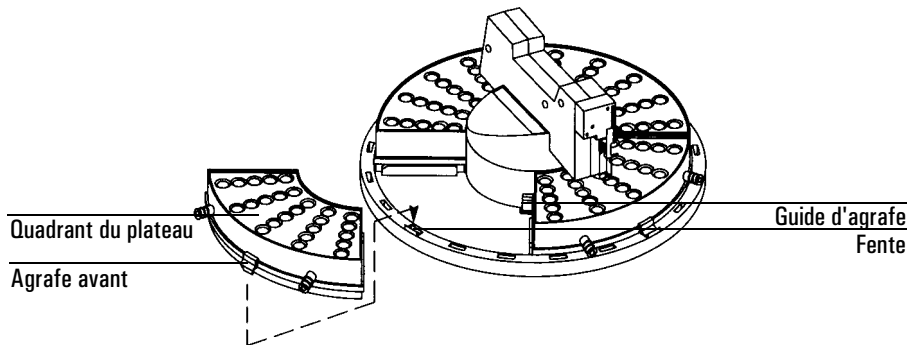

Figure 2 Installation des quadrants du plateau
4. Installez les quadrants du plateau. Glissez chaque quadrant dans les guides du plateau, puis emboîtez l'agrafe avant dans l'encoche sur le plateau. Voir la Figure 2.